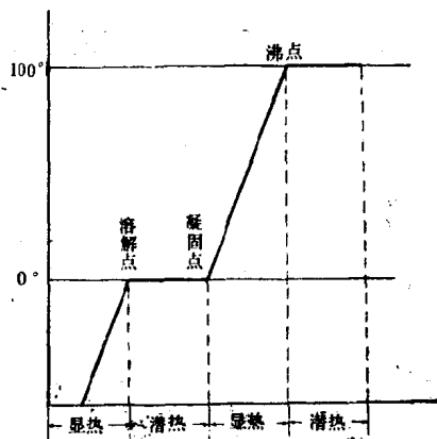

图3 水的固态、液态、汽态变化
- 附图 3 三洋 SR-517DC 电冰箱结构图——箱体部分**
$100^{\circ}\text{C}$ 的水继续吸热，就不断地蒸发成为水蒸气，直到 $100^{\circ}\text{C}$ 的水全部变成 $100^{\circ}\text{C}$ 的水蒸气，吸收的热就是汽化热。它们的变化如图3所示。